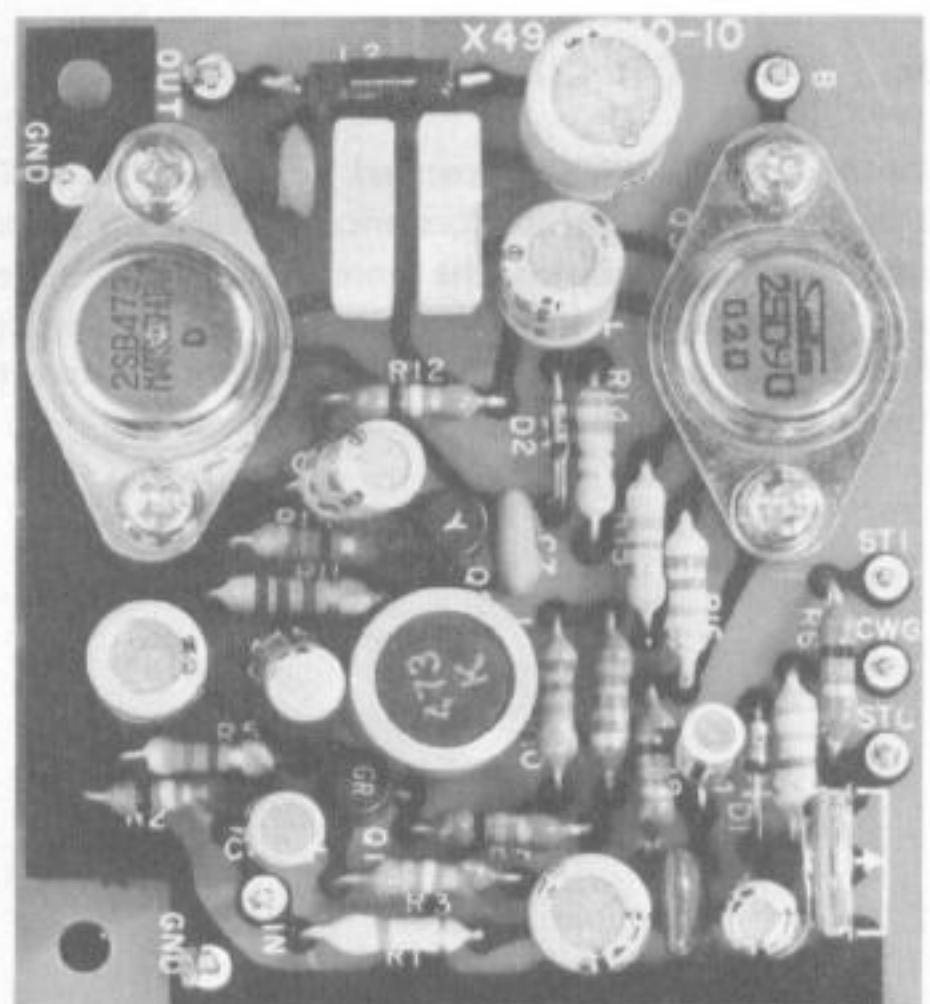

Fig. 12 X49-1040-10
3. AF UNIT (X49-1040-10) (See Fig. 12.)